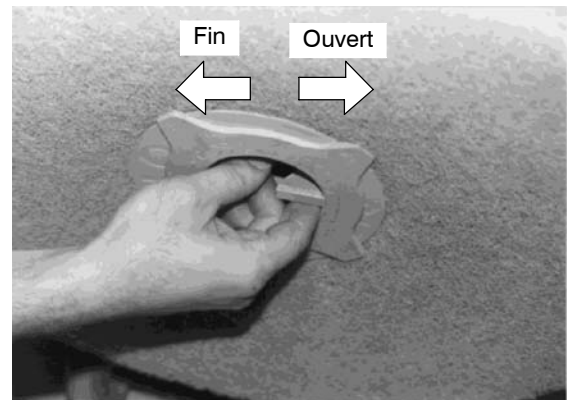

FIG. 3
3. Enlevez le système de fixation central en plastique du système d'entraînement du patin en le faisant pivoter dans le sens des aiguilles d'une montre. Mettez le patin bien au centre du système d'entraînement du patin et vissez le système de fixation central dans le sens contraire des aiguilles d'une montre jusqu'à ce qu'il soit bien fixé (Figure 3).